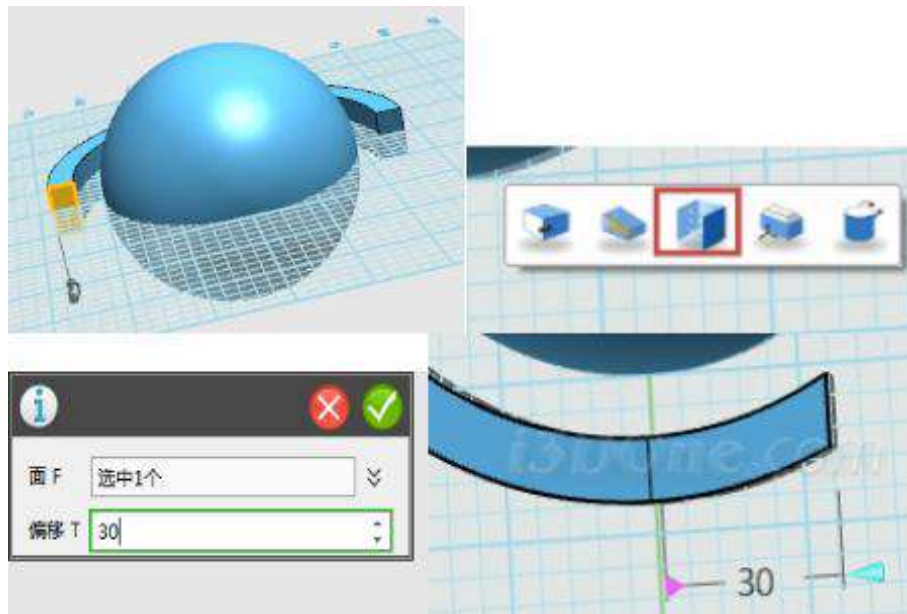

图 1-5
Step 5 选择下图 1-5 所示的表面，选择弹出的“DE 面偏移命令”，将偏移值设置成为 30MM。